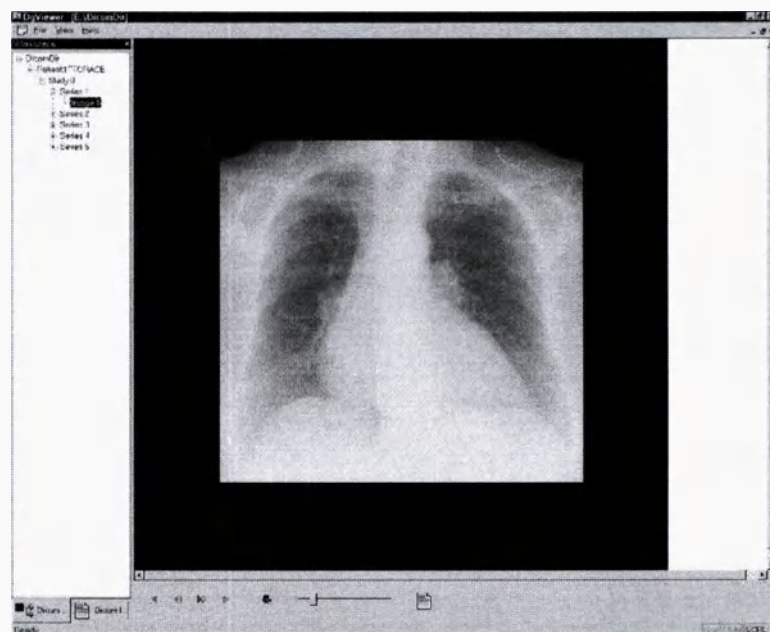

Рисунок 183
– выберите изображение для просмотра в центре экрана (см. рисунок 183);